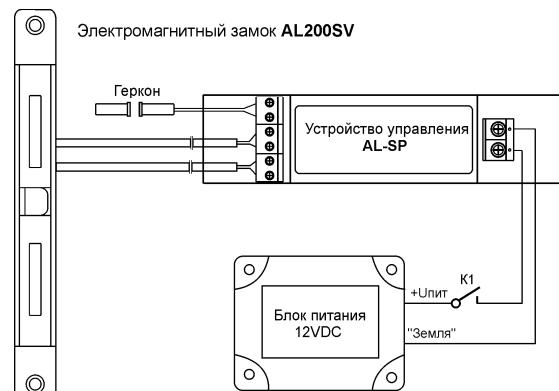

Рис. 8
5.10 Схема соединения элементов замка показана на рис.8. Подключение выводов в паре - «красный»/«черный» к контактам модуля – произвольное. При замыкании контакта K1 замок блокирует дверь, при размыкании – разблокирует.